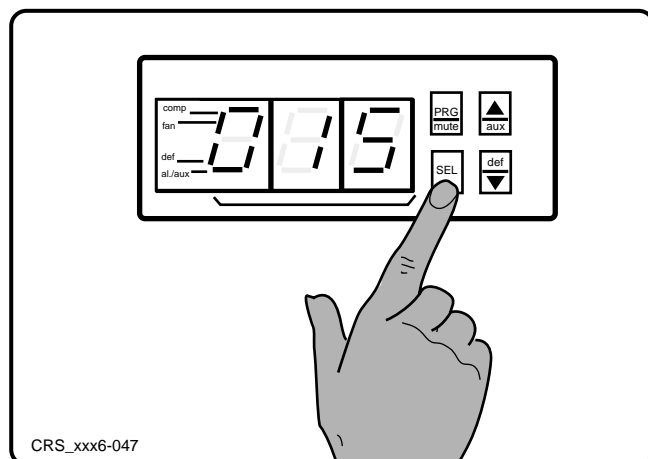

Fig. 5
- Pulsar la tecla **SEL** para almacenar el nuevo valor nominal (véase la fig. 5).
- Carregar na tecla **SEL** para guardar o novo valor teórico (ver fig. 5).
- Toets **SEL** indrukken om de nieuwe voorgeschreven waarde in het geheugen op te slaan (zie afb. 5).